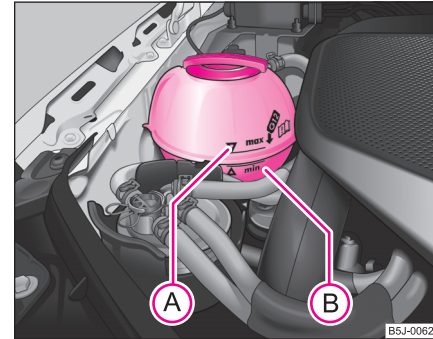

Abb. 158 Motorraum: Kühlmittel-Ausgleichbehälter
- Prüfen Sie den Kühlmittelstand am Kühlmittel-Ausgleichbehälter ⇒ **Abb. 158**. Der Kühlmittelstand muss bei kaltem Motor zwischen den Markierungen „MIN“ und „MAX“ liegen. Bei warmem Motor kann er auch etwas über der Markierung „MAX“ liegen.
- Legen Sie einen Lappen auf den Verschlussdeckel des Kühlmittel-Ausgleichbehälters ⇒ **Seite 221, Abb. 158** und schrauben Sie den Deckel **vorsichtig** linksherum ab ⇒ .